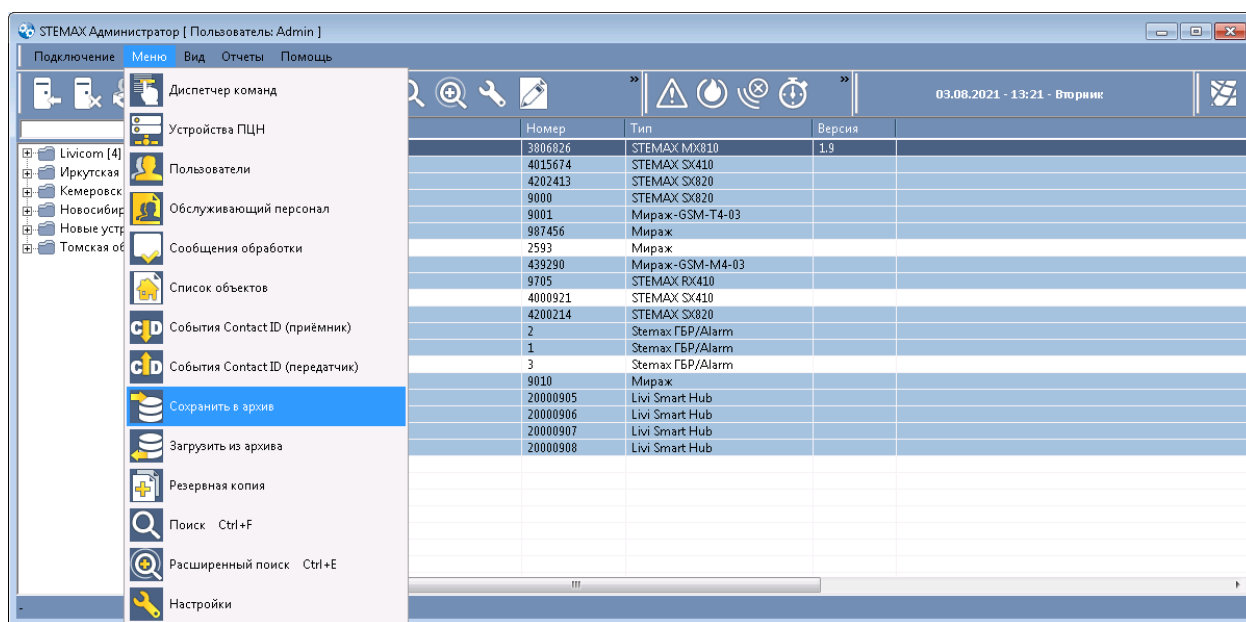

Рисунок 9.11 — Выбор пункта *Сохранить в архив*
- В *Меню* выберите пункт *Сохранить в архив* (см. рисунок 9.11).
- В *Меню* выберите пункт *Загрузить из архива* (см. рисунок 9.11).